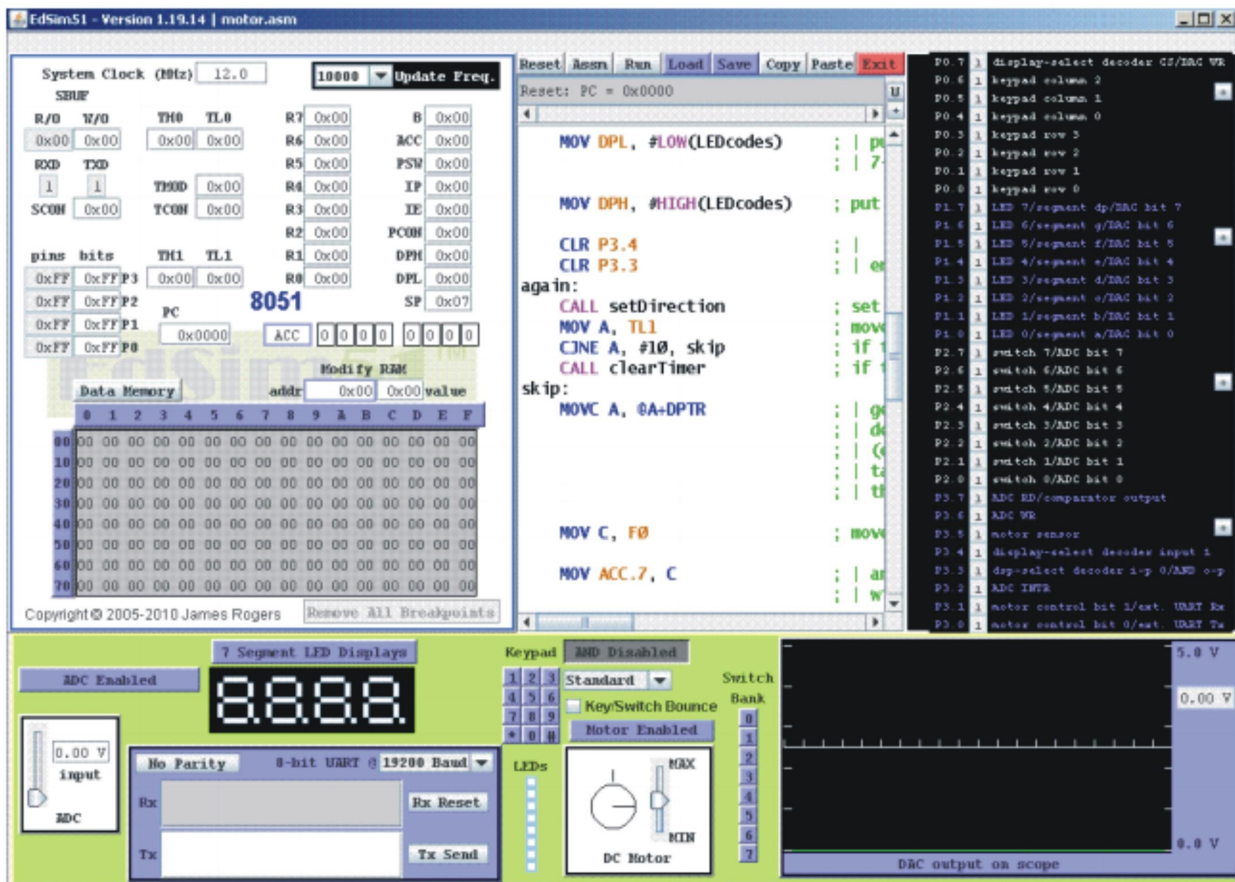

Рис. 5 Інтерфейс програмного стимулятора
Для цього на полі інтерфейсу симулятора (рис. 5) "8-bit UART" необхідно встановити швидкість передачі "19200" та наявність біту паритету "Even Parity" (зліва вгорі вікна "8-bit UART").
3.1.1. Відкрити інтерфейс емулятора, двічі клацнувши клавішею миші на архівованому файлі «EdSim51.jar». Відкриється інтерфейс програмного симулятора, зображений на рис. 5.
- **набору команд** програми з клавіатури. Для цього курсор встановлюється в верхній частині панелі і вводиться програма по одній команді в рядку (при потребі, з міткою та коментарем)(див. рис. 5);